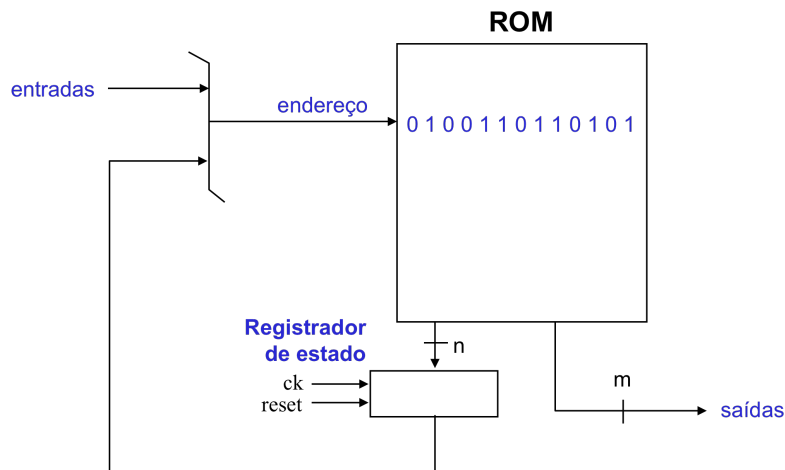

Fig. 4 – Diagrama de blocos de uma implementação de FSM com memória.
A porta é acionada por um controle remoto que possui apenas um botão. Quando este botão é acionado, o receptor instalado junto ao controle da porta faz o sinal **B**=1 durante um ciclo de relógio. Estando a porta no estado "aberta" ou no estado "fechada" (ver Fig. 4), se **B**=1, a porta muda de estado na próxima borda ativa do relógio. Nos outros dois estados, o acionamento do controle remoto não tem ação sobre a porta.
- Mostre o conteúdo a ser gravado na memória ROM, caso a implementação faça uso de um esquema como o mostrado no diagrama de blocos da Fig. 4. (Note que “entrada” corresponde a uma única entrada, qual seja, "w".)